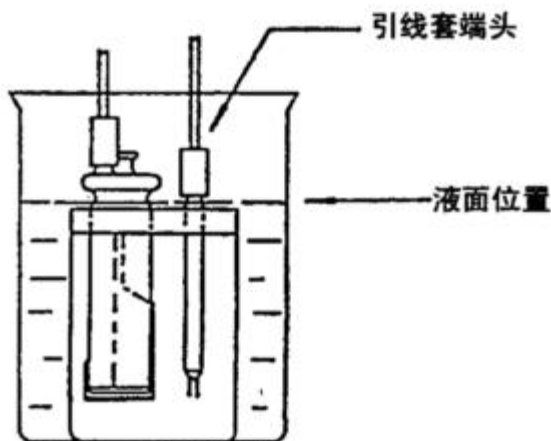

图 5
3、如仍不能拆卸，请将滴定池放在 2 升的烧杯中，慢慢加入浓度为 5% 的氯化钾溶液浸泡，其液面如下图 5 所示，必须注意，不要让测量电极、阴极室电极的引线套端头进入液体，浸泡约十几个小时或 24 小时后，即可拆卸（此方法可重复进行）。